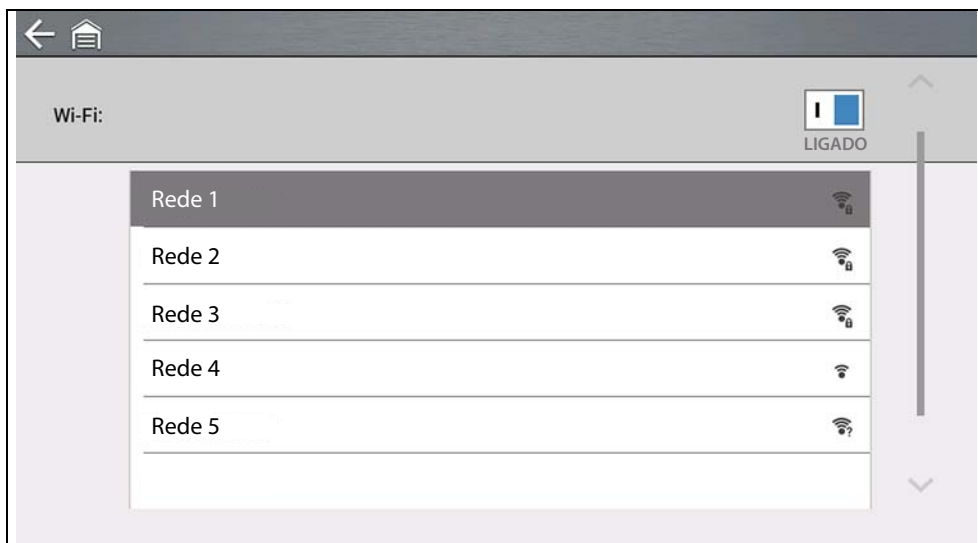

Figura 10-2
2. Para conectar, selecione sua rede entre as redes disponíveis (Figura 10-2).